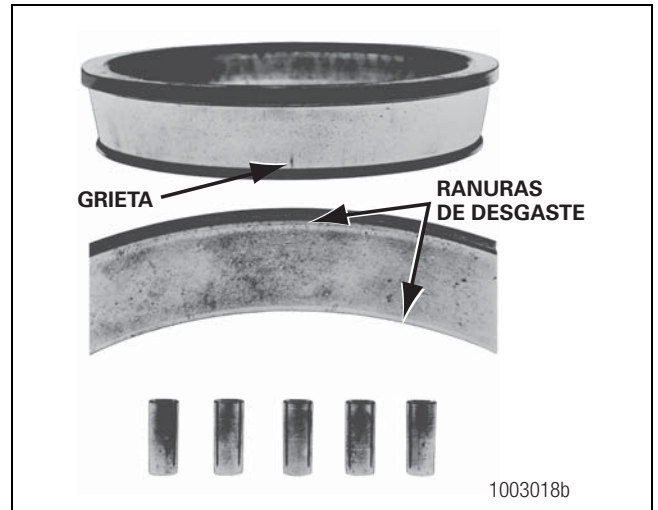

Figura 4.3
- Hay una ranura visible de rodillo en las superficies de la copa o la pista interior del cono. La ranura puede verse en el extremo del menor o mayor diámetro de ambas piezas. Figura 4.3.
- Hay grietas profundas o roturas en la copa, en la pista interior del cono o en las superficies de los rodillos. Figura 4.3.